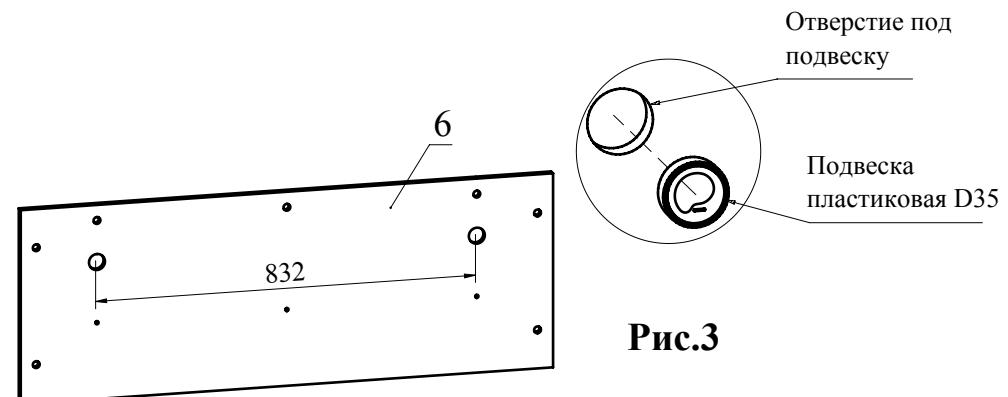

Рис.3
- Вбейте подвески пластиковые в деталь 6 (Рис. 3).